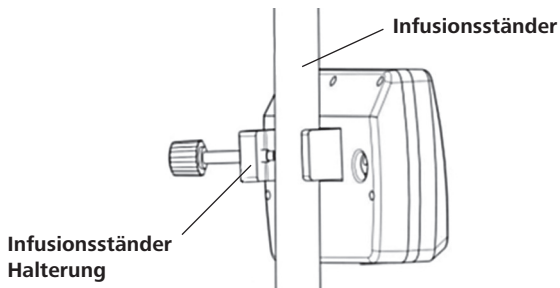

Abb.1: Befestigung der Pumpe an einem Infusionsständer
- Stellen Sie sicher, dass beim Anbringen der Pumpe an einen Infusionsständer sowohl die Halterung als auch die Befestigungsschraube fest angezogen sind (Abb. 1).